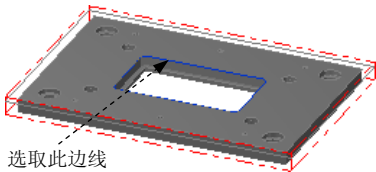
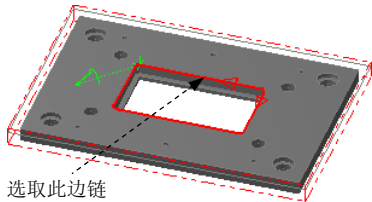

图 2.35 选取区域
图 2.36 定义区域
Step2. 设置加工区域。在图形区中选取图 2.35 所示的边线，系统自动选取图 2.36 所示的边链，箭头方向如图 2.36 所示（若方向不同可单击“串连选项”对话框中的按钮调整）。单击按钮，完成加工区域的设置，同时系统弹出“2D 刀具路径 - 外形铣削”对话框。